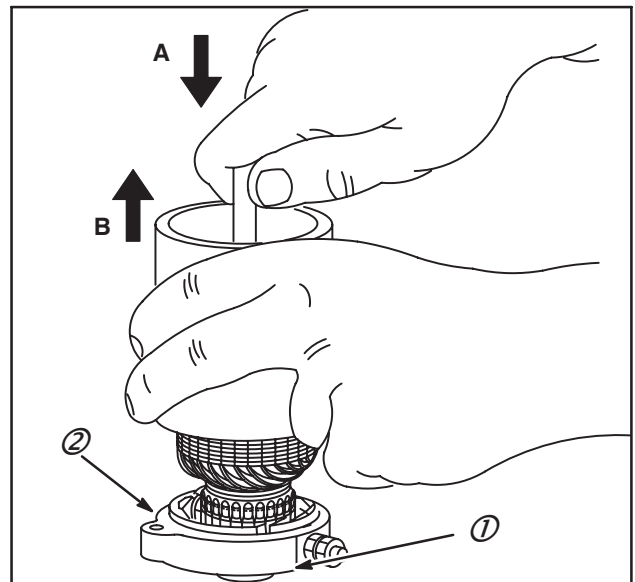

Fig. 77
- Maintenir le rotor "A" et le porte-balais du collecteur ensemble sur un plan de travail (1) pendant le démontage (B). Cela permet un contrôle de la portée des balais sur le collecteur, Fig. 77.